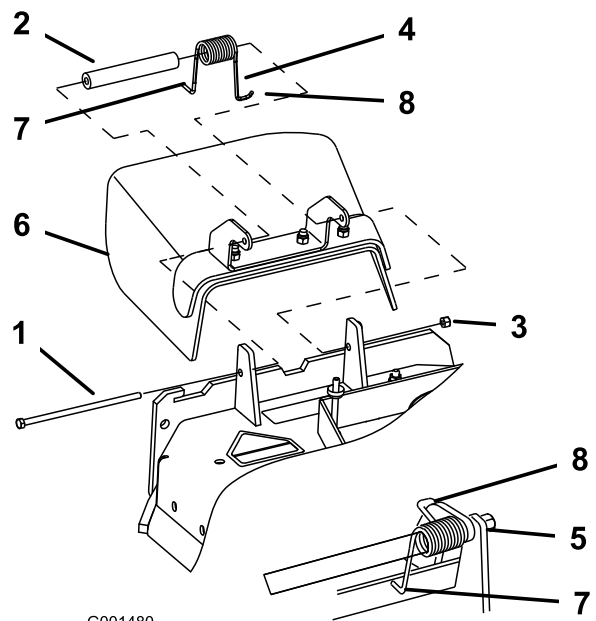

Figure 66
1. Retirez le contre-écrou, le boulon, le ressort et l'entretoise qui fixent le déflecteur aux supports de pivot (Figure 66). Enlevez le déflecteur s'il est endommagé ou usé.
Remarque: Prenez soin de placer l'extrémité en **L** du ressort derrière le bord du tablier avant de mettre le boulon en place, comme indiqué à la Figure 66.
3. Remettez le boulon et l'écrou. Accrochez l'extrémité en **J** du ressort au déflecteur d'herbe (Figure 66).